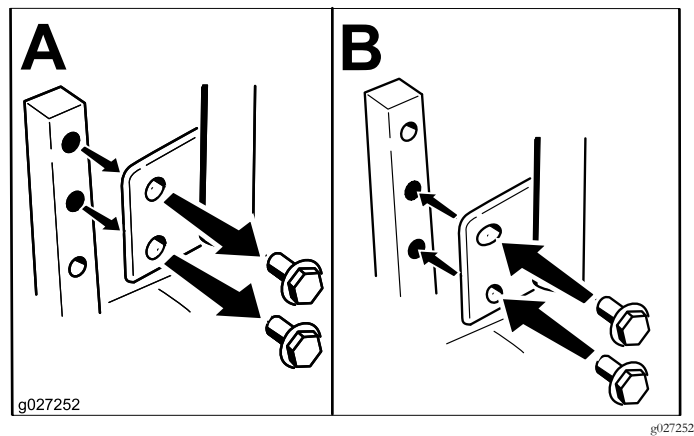

Bild 12
Die Höhe der Fahrtriebshebel kann für den optimalen Bedienerkomfort nach oben oder unten angepasst werden (Bild 12).
2. Lösen Sie die untere Schraube etwas, sodass der Schalthebel sich nach vorne oder nach hinten drehen lässt (Bild 12).